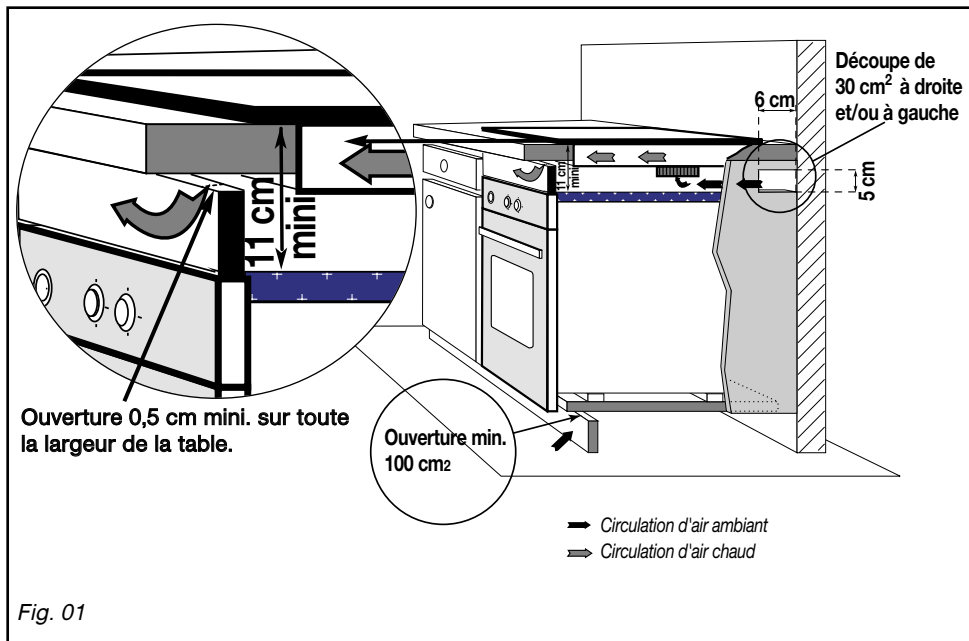

Fig. 01
– Vous pouvez immobiliser, si vous le désirez, la table au moyen de pattes de fixation livrées avec leur vis (Fig. 02) se fixant aux coins du carter. **Utilisez impérativement les trous prévus à cet effet suivant le dessin ci-dessus (Fig. 01).**
– Au-dessus d'un four (Fig. 01)
Nous suggérons à cet effet une découpe de 30 cm² à l'arrière d'un des côtés de la niche d'encastrement (*Fig. 01*)
– Branchez les fils sur l'installation en respectant les couleurs des fils (Fig. 01).